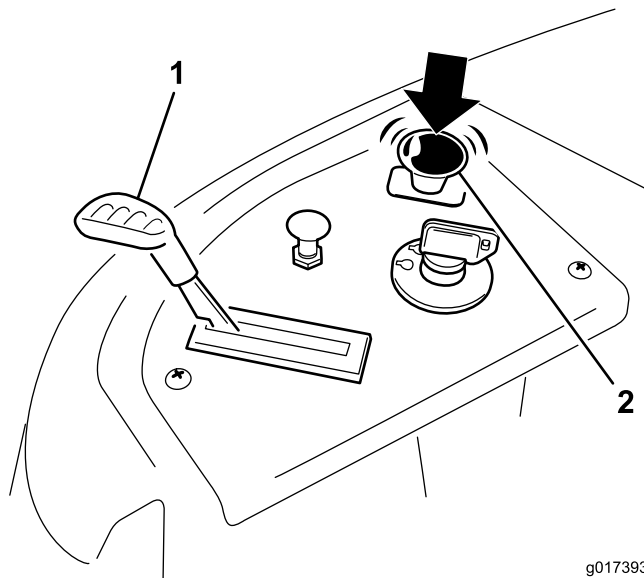

Figure 13
2. Désengagez les lames en plaçant la commande des lames en position Désengagée (Figure 13).